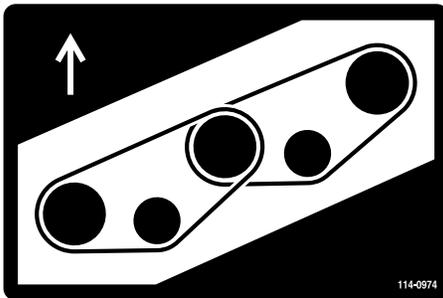
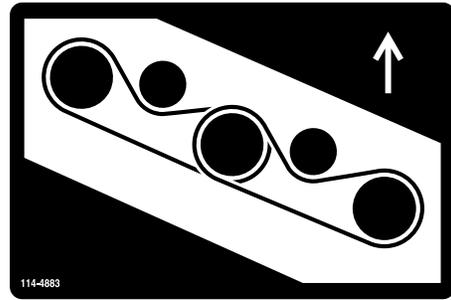

Figura 128
Figura 129
7. Pase la correa nueva alrededor de las poleas libres y de la polea tensora (Figura 128 y Figura 129).